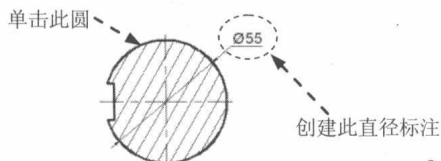

图 1.1.20 创建直径标注
Step2. 创建直径标注。选择下拉菜单 **标注(B)** → **直径(D)** 命令,单击图 1.1.20 所示的圆,在绘图区的空白区域单击,以确定尺寸放置的位置。